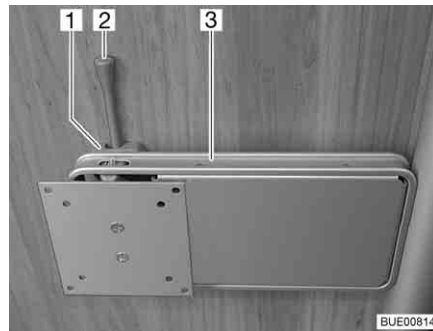

Bild 60 Fäste på pelare
- Tryck låsspaken (Bild 60,2) åt sidan och sväng fästet (Bild 60,3) med den platta bildskärmen till önskat läge.
- Vrid tillbaka den platta bildskärmen tills fästet (Bild 60,3) hakar fast i låset (Bild 60,1).